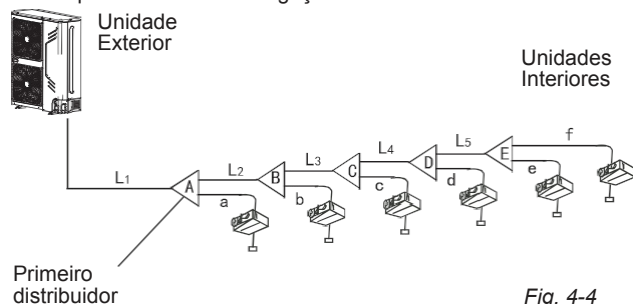
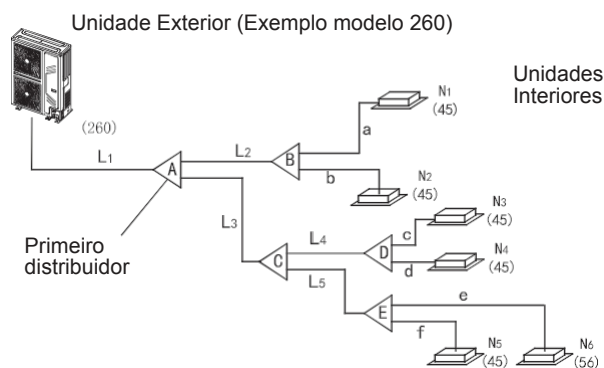
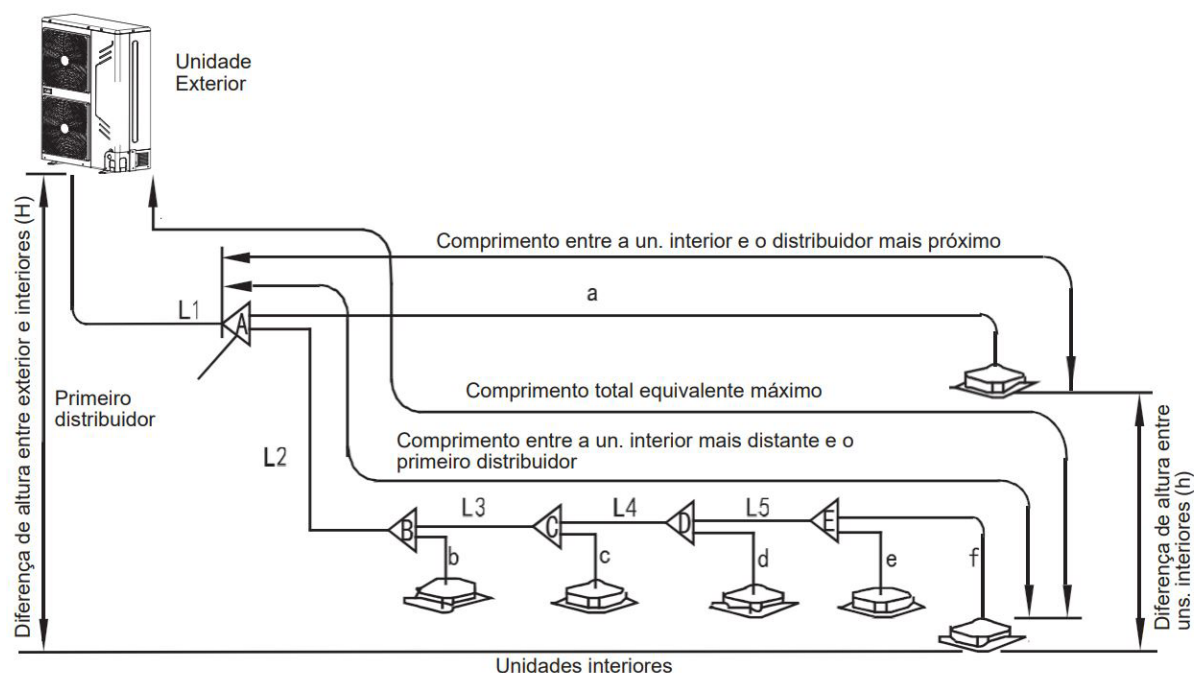

Fig. 4-4
Fig. 4-6
Fig.4-7
- Tubo principal (L1) (ver Fig.4-6 e Fig.4-4)
- Na Fig.4-6, o tubo principal L1, a capacidade da unidade exterior é de 16 kW, e verifique a Fig.4-7 para obter o tamanho do tubo, será de $\Phi 19,1$ (3/4") / $\Phi 9,5$ (3/8") e também o comprimento total equivalente é $>45\text{m}$, em seguida, verifique Fig.4-4 para obter o tamanho do tubo do gás e do tubo do líquido será de $\Phi 22,2$ (7/8") / $\Phi 9,5$ (3/8"), e de acordo com o princípio de valor máximo, o diâmetro $\Phi 22,2$ (7/8") / $\Phi 9,5$ (3/8") deve ser aplicado.